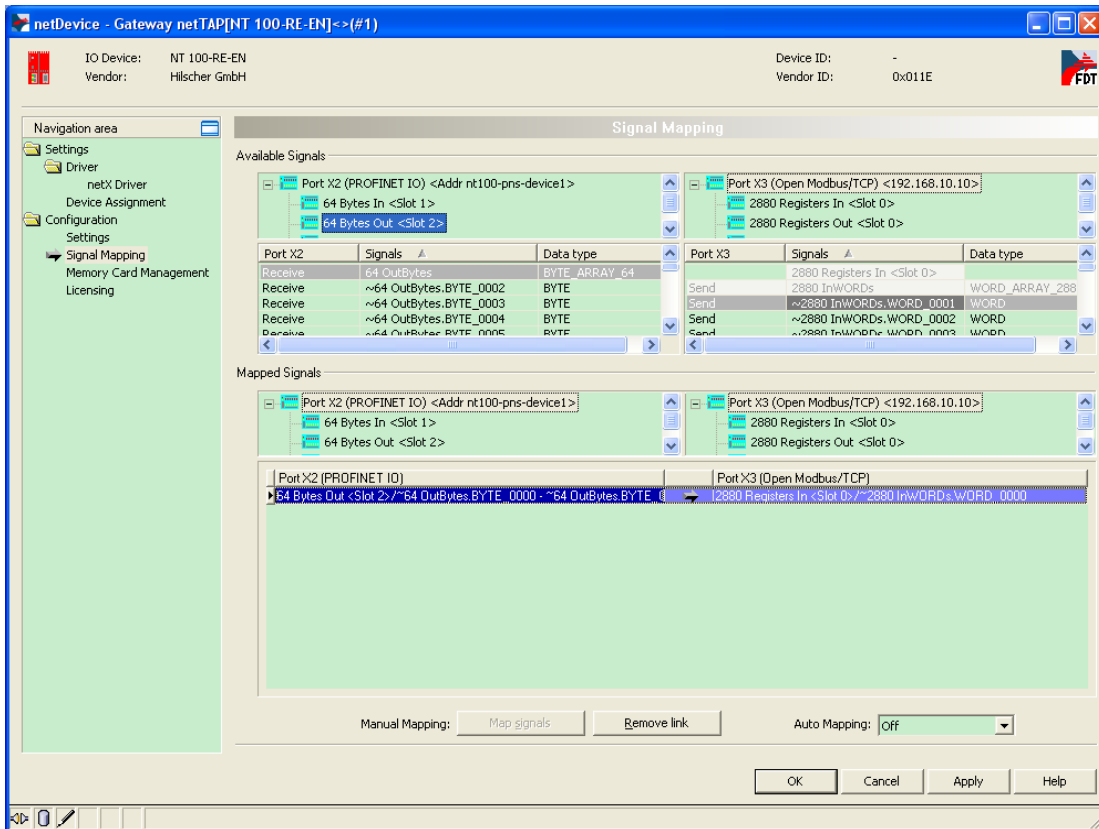

图 19
(18) 数据映射的一般规则是总是把 Receive 的数据映射至 Send 的数据，Receive 的方向是网关上某一个接口接收数据，Send 的方向是网关上另一个接口发送数据。因为 PROFINET 通讯的数据以字节为单位，而 Modbus/TCP 通讯的数据以字为单位。因此需要将 PROFINET 通讯的两个 Receive 数据，映射至 Modbus/TCP 通讯的一个 Send 数据；而反方向的话，软件会自动将 Modbus/TCP 通讯的一个 Receive 数据，映射至 PROFINET 通讯的两个 Send 数据。因此先选中 Port X2 中的“~64 OutBytes.BYTE_0000”，按住 Ctrl 键再选择“~64 OutBytes.BYTE_0001”，再选中 Port X3 中的“~2880 InWords.WORD_0000”，单击 Map signals 按钮，完成一次数据映射，如图 19 所示：